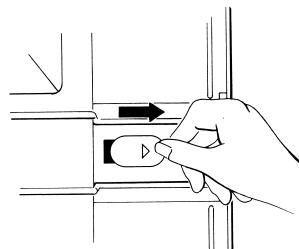

Fig.3
4. Obturez les trous désormais libres avec les bouchons en plastique fournis. Insérez les bouchons dans le gros orifice en suivant le sens indiqué par la flèche et faites-les glisser dans la petite rainure, jusqu'à la butée (voir la Fig. 3).